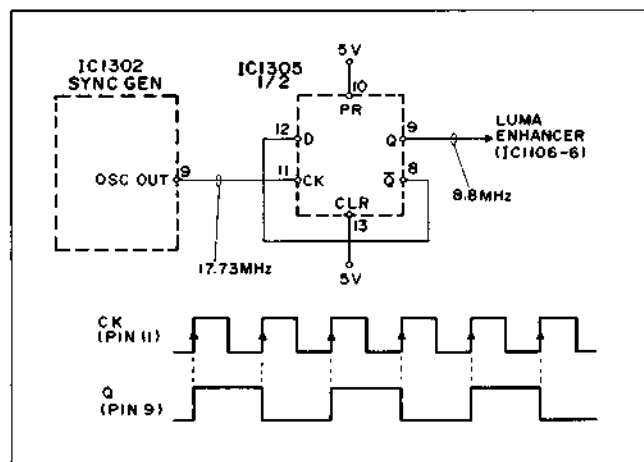

Abb. 2-4 Taktfrequenz-Impulsgenerator
(2) Taktfrequenzgenerator (Abb. 2.4)